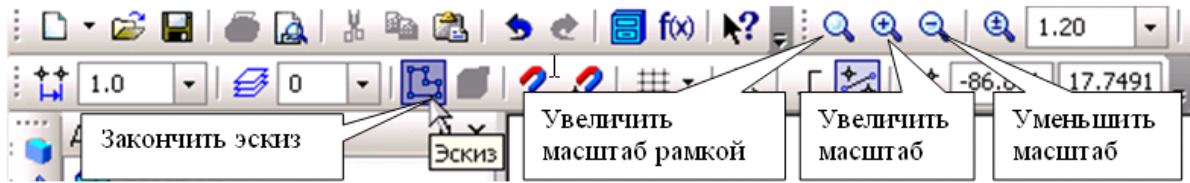

Рис. 3.1.10
6. Завершіть роботу в режимі редагування ескіза, натиснувши на кнопку **Эскиз** (рис. 3.1.10). Система повернулася в режим тривимірних побудов. В **Дереве построения** з'явився напис **Эскиз**. Ескіз забарвлений в зелений колір.